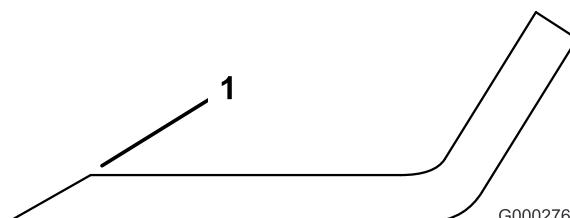

Figura 86
3. Ispécione as extremidades de corte de todas as lâminas e afie-as se apresentarem sinais de desgaste ou ranhuras (Figura 86).
Nota: Afie apenas a zona superior da parte cortante e mantenha o ângulo de corte original para garantir um desempenho eficaz da lâmina (Figura 86). A lâmina mantém o equilíbrio se for retirada a mesma quantidade de metal de ambas as partes cortantes.